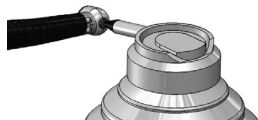

figure 5
3. Insérez l'extrémité de la buse du pulvérisateur dans le mandrin et pulvérisez pendant 1 à 2 secondes (figure 5).